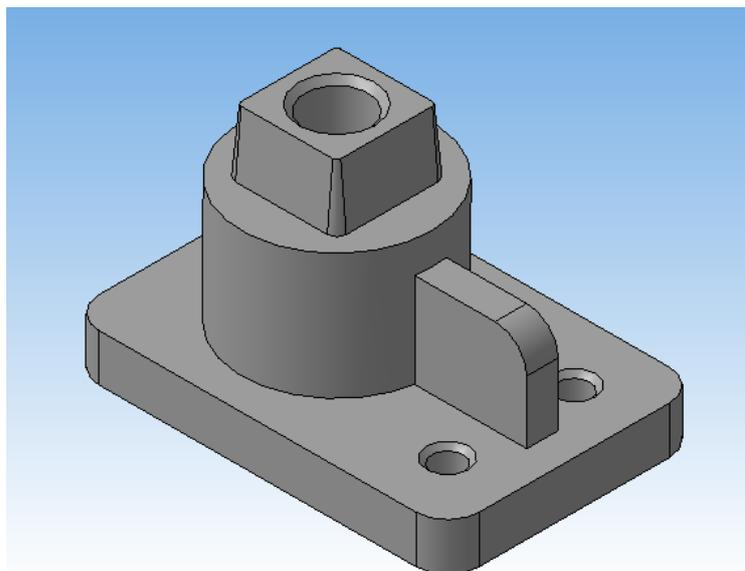

Рисунок 46
1. Создание модели корпуса (рисунок 46).